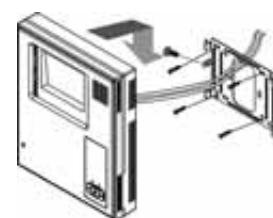

Ilustración 7
Paso 3 Montaje del monitor al muro (Ilustración 7).